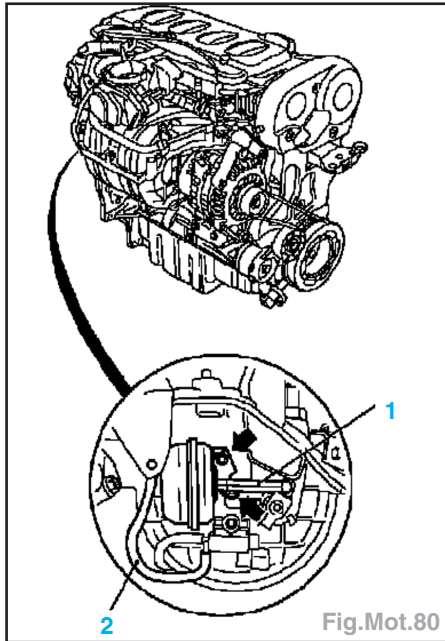

Fig.Mot.80
- Retirer la fiche du capteur anticliquetis (3) du support sans la déconnecter et le fil de masse (2).
- Déclipser le levier de commande (1) et retirer le flexible (2) du servofrein (Fig.Mot.80).